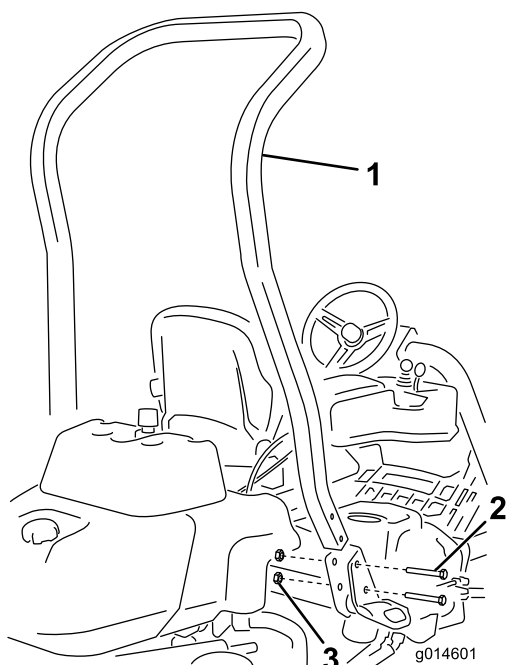

Bild 3
3. Befestigen Sie den Überrollbügel mit vier Schrauben (1/2" x 3-3/4") und vier Bundmuttern (1/2") in den Aussparungen an jeder Seite der Maschine (Bild 3).